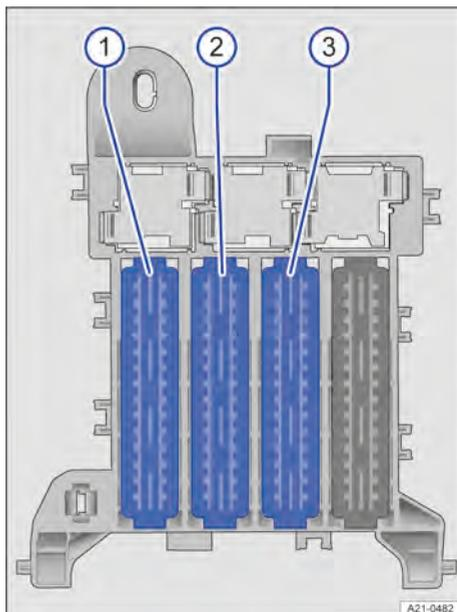

Fig. 170 No compartimento de bagagem à esquerda: posições de conexão dos fusíveis.
Suporte para fusíveis → Fig. 170 ❶
Suporte para fusíveis → Fig. 170 ❷
Suporte para fusíveis → Fig. 170 ①